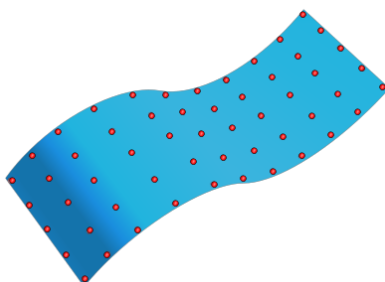

Рисунок 76. Сплайновая поверхность
- **Сплайновая поверхность.** Для измерения необходимо от трех различных точек. Точки рекомендуется выбирать равномерно сеткой. Метод работает только для поверхностей геометрически близких к плоскости (более точное ограничение формулируется так: максимальный угол между любыми двумя нормальными должен быть меньше чем 180°) (см. **Рисунок 76**).